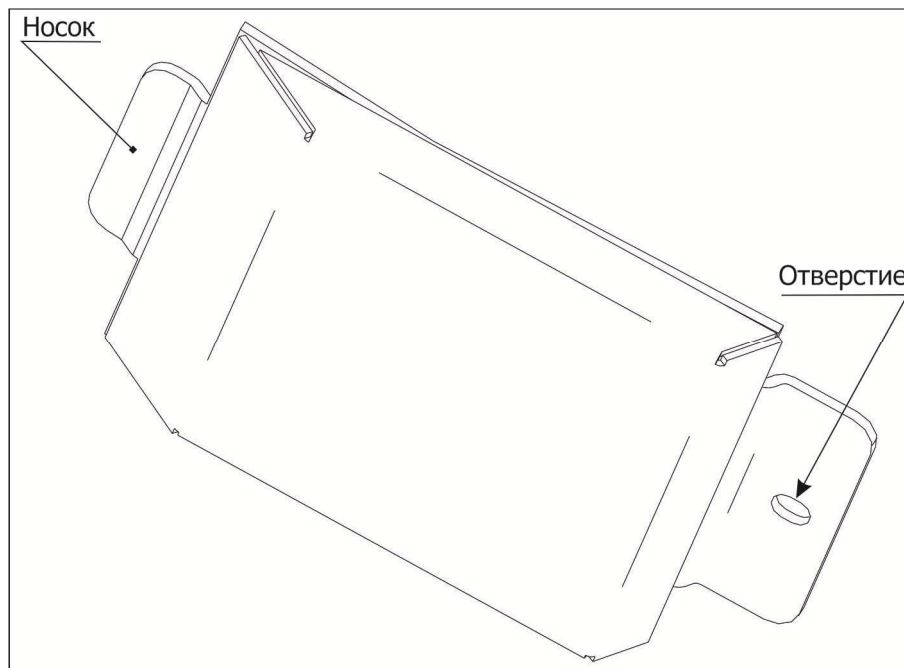

Рисунок 7.1 – Башмак опорный (для увеличения высоты среза)
2. Башмак опорный имеет в передней части отогнутый носок и одно отверстие в задней части (см. рисунок 7.1).